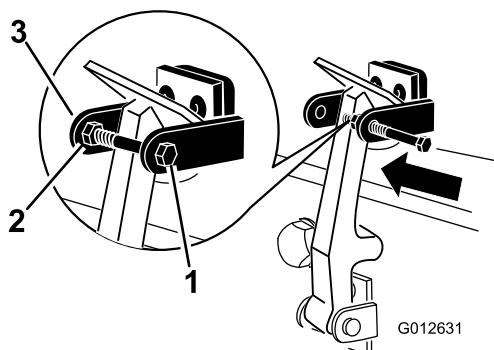

図 6
7. フードラッチブラケットのもう一つのアームにボルトを差し込んでラッチをロックする図6。ボルトをしっかりと締め付けるが、ナットは締め付けない。